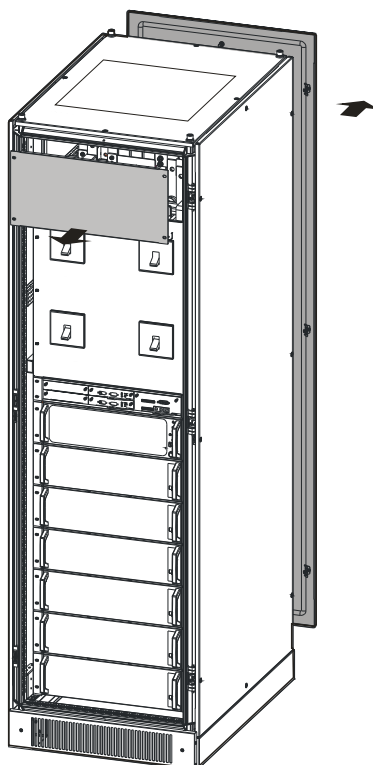

Рис. 3.20 Снятие защитных панели с передней и задней сторон ИБП
**Step 1** Снимите защитные панели с передней и задней сторон ИБП как показано на Рис. 3.20.